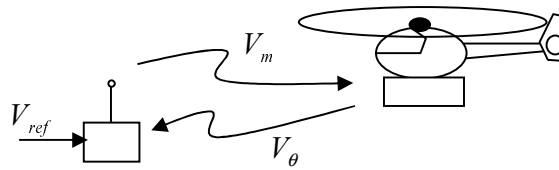

Figura 2.
**2.-** Se considera ahora que el sistema es controlado por medio de un controlador remoto, midiéndose la posición por medio de una brújula electrónica de dinámica despreciable y por tanto totalmente equivalente al esquema anterior. Como consecuencia de la codificación digital y posterior transmisión por medio de una señal PWM (figura 2) en la cadena abierta aparece un retardo  $T$  tanto a la ida como a la vuelta (luego el retardo total será  $2T$ ). **Determinar** cual es el valor máximo del retardo  $T$  admisible antes de que el helicóptero regulado se vuelva inestable. (3 puntos)